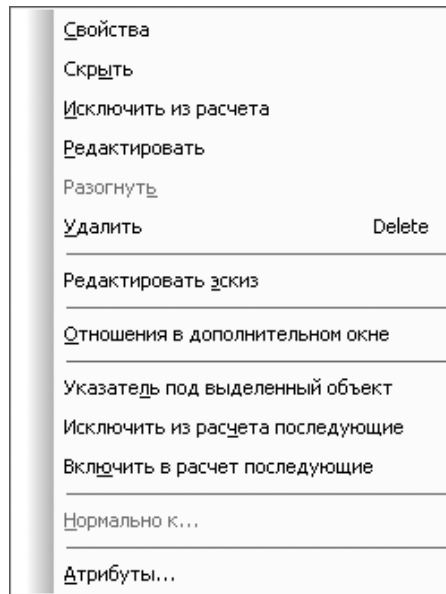

Рис. 7.49. Контекстное меню пункта **Листовое тело** в окне **Дерево модели**
- щелкните правой кнопкой мыши в окне **Дерево модели** на пункте **Листовое тело**. Появится контекстное меню (рис. 7.49);